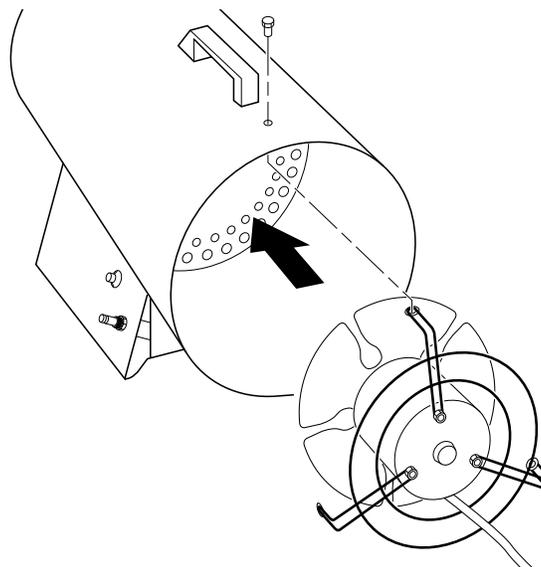

Abb. 12 - Wiedereinbau des Motors mit Ventilator-Schutzgitter in das Heizgerät
9. Motor und Ventilator-Schutzgitter in den hinteren Heizgerätgehäuseteil einbauen. Auf den richtigen Verlauf des Netzkabels achten (siehe Abb. 12).